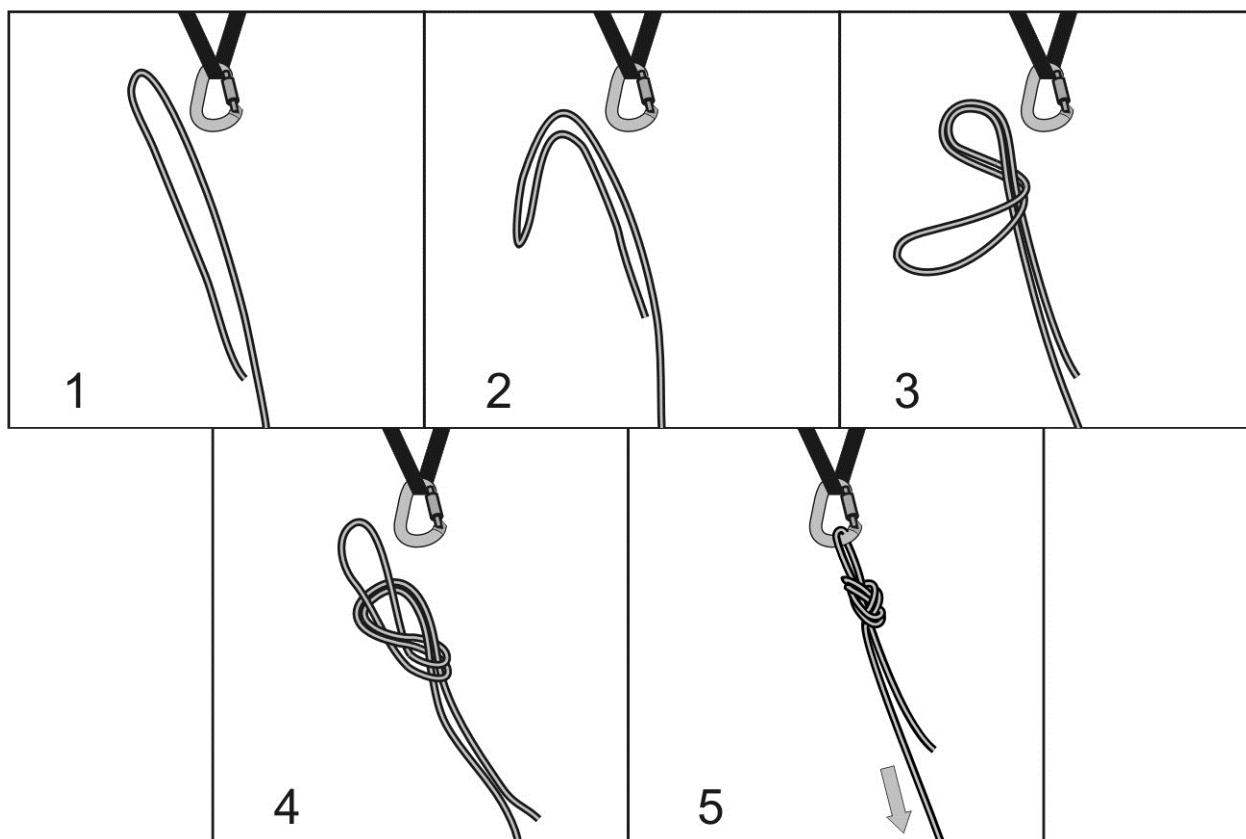

Рисунок 18
29.2.3. Узел «Восьмерка» (рисунок 18).